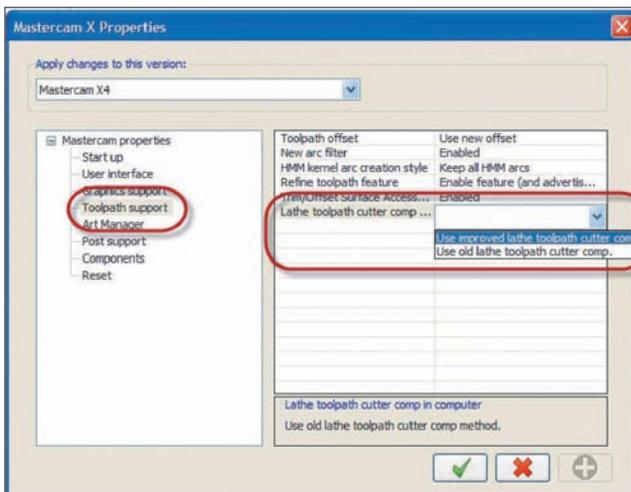

Рис. 13
- 3 Выберите *Toolpath support* (рис. 13).